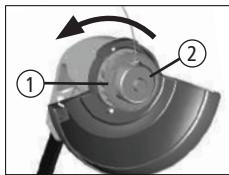
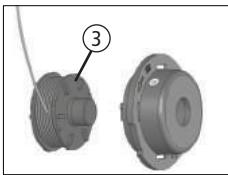

Fig. 06
Fig. 07
Mantenha o porta carretel (1) fixo e gire a tampa do carretel (2) no sentido anti-horário, [Fig. 06]. Retire o carretel usado (3) e coloque o carretel novo, fazendo com que o fio passe pelo furo de saída da tampa do carretel, [Fig. 07].